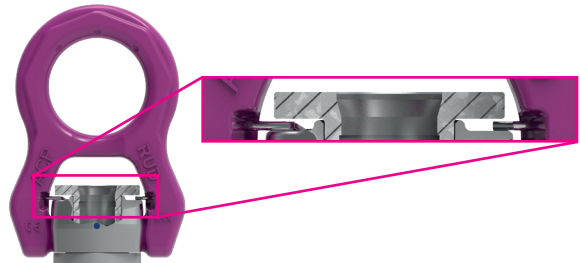

Abb. 12: ACP im Schnitt dargestellt. An der oberen Buchse ist die Einführschräge zu erkennen
1. Stecken Sie die Schraube in die mit einer Einführschräge ausgeführte Buchse (siehe Abb. 12).